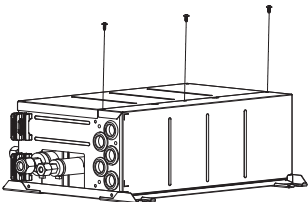

Fig. 4-5
4.1. De richting van de pijpleidingen kan worden gewijzigd. (Fig. 4-4). [Werkprocedures] (Fig. 4-5)
① Verwijder de schroeven in elk deel.